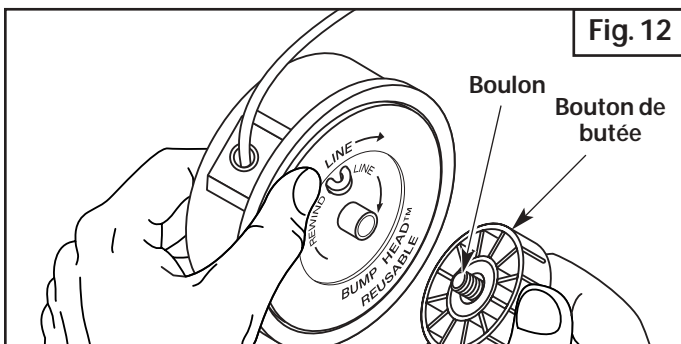

Fig. 12
1. Tenez la bobine extérieure d'une main et dévissez le bouton de butée vers la gauche (Fig.12). Inspectez le boulon à l'intérieur du bouton de butée pour vous assurer qu'il se déplace librement. Remplacez le bouton de butée s'il est endommagé.
1. Tenez la bobine extérieure d'une main et dévissez le bouton de butée vers la gauche (Fig. 12). Inspectez le boulon à l'intérieur du bouton de butée pour vous assurer qu'il se déplace librement. Remplacez le bouton de butée s'il est endommagé.